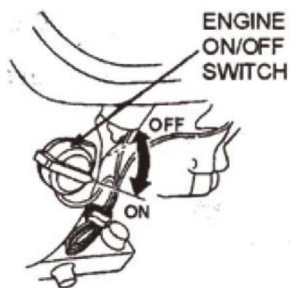

FIG. 9
9.5 Sätt motorns ON/OFF-omkopplare (FIG. 9) i läget "ON".